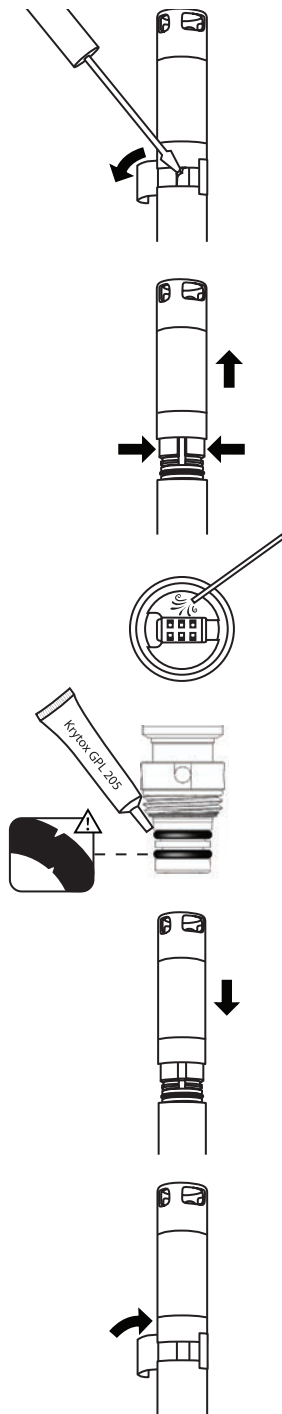

Figura 77 Substituição do módulo do sensor de pH - pH/ORP
1. Descole e descarte o autocolante que cobre a junção da estrutura do sensor e do módulo (Figura 77).